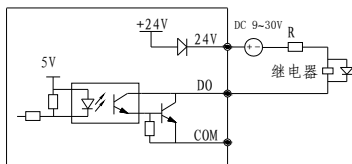

图 2-12 多功能输出端子开关量输出接线方式2
2) 多功能输出端子DO作为开关量输出时也可使用外部电源，9~30V，接线方式请参见图2-12。